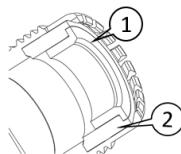

Fig. 9 : Sélectionner la garniture d'étanchéité adaptée
- 1 Sélectionner l'accessoire d'étanchéisation adapté. Diamètre extérieur recommandé du câble pour la garniture d'étanchéité (Fig. 9 / Pos. 1) : 20–24 mm.
Diamètre extérieur recommandé du câble pour la garniture d'étanchéité (Fig. 9 / Pos. 2) : 24,5–30 mm.